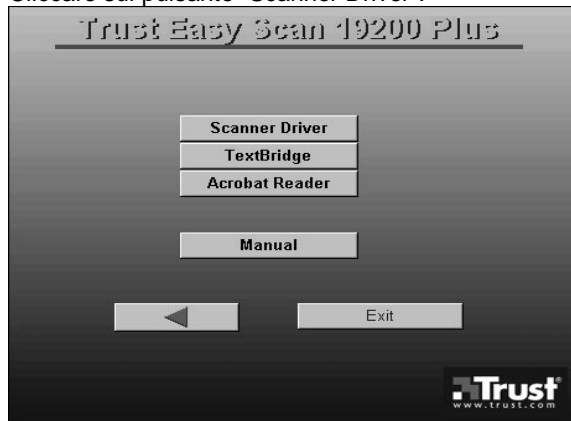

Figura 6: Menu di installazione
Al termine dell'installazione del driver TWAIN, è ancora disponibile il menu d'installazione (vedere la figura 6). In caso contrario, ripetere i punti da 1 a 5 del paragrafo 4.1.
1. Nel menu d'installazione (vedere la figura 6), fare clic su "Textbridge". Apparirà una schermata come quella della figura 8.